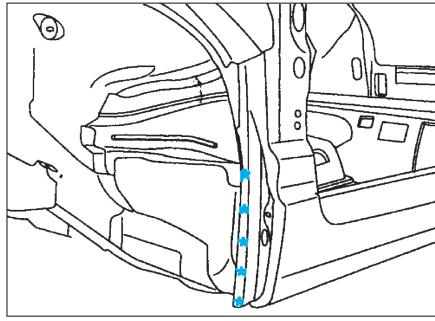
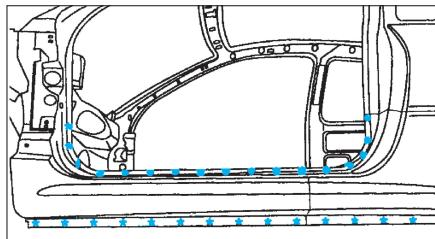

FIG. 87
FIG. 88
- Découper par fraisage des points suivant (B).
- Découper par fraisage des points (Fig.87) et (Fig.88).